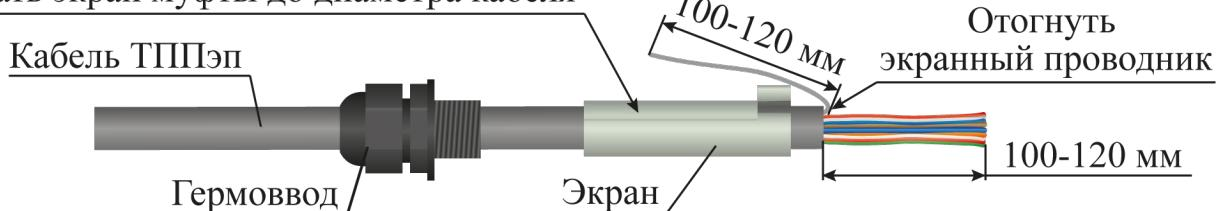

Рисунок 4.31
- надеть на оболочку кабеля ТППЭп в следующей последовательности: гермоввод, экран муфты переходной (рисунок 4.31);
- обжать экран муфты переходной до внешнего диаметра кабеля ТППЭп с помощью плоскогубцев (рисунок 4.31);
- снять оболочку со свободного конца кабеля ТППЭп (с кабеля ТППБЭп снять белую и черную оболочки) длиной 100 - 120 мм (рисунок 4.31);
- экранный проводник отвести в сторону (рисунок 4.31);